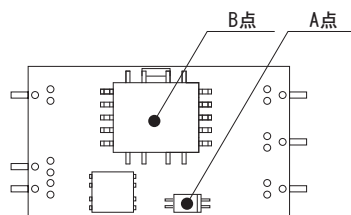

図7.5 強制通風時の温度測定箇所
①SU6
■強制通風時（1m/s）は、図7.5のA点の温度が95℃以下、かつB点の温度が115℃以下となるように通風して、ご使用ください。